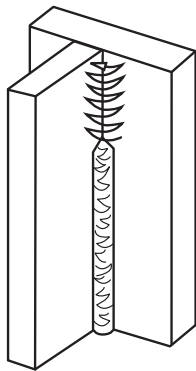

Figura 7
**6° paso - Deposite el segundo cordón con el movimiento indicado (figura 7).**